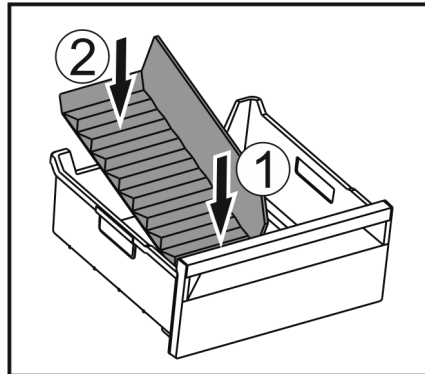

Fig. 146
- ▶ Colocar la parte delantera del separador para congelador. Fig. 146 (1)
- ▶ Bajar la parte posterior del separador para congelador hasta la base del cajón. Fig. 146 (2)